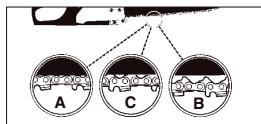

Fig. 5
ATTENZIONE: Se la catena della sega è TROPPO ALLENTATA o TROPPO TESA, la ruota dentata, la barra, la catena e i supporti dell'albero motore si consumano più rapidamente. Vedere la Fig. 5 per informazioni relative alla giusta tensione a freddo (A) e alla giusta tensione a caldo (B), e come guida per quando la catena della sega richiede una regolazione (C).